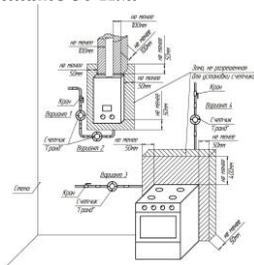

Рисунок 2
5.5.1 Установить счетчик на вертикальном или горизонтальном участке газопровода (рисунок 2). **ВНИМАНИЕ! Запрещается устанавливать счетчик над источником тепла или открытого пламени! Направление стрелки на корпусе счетчика должно совпадать с направлением потока газа в газопроводе.** Допускается установка счетчика в любом удобном для потребителя положении, не противоречащем правилам установки и монтажа газового оборудования. Наличие прямых участков до и после счетчика не требуется.